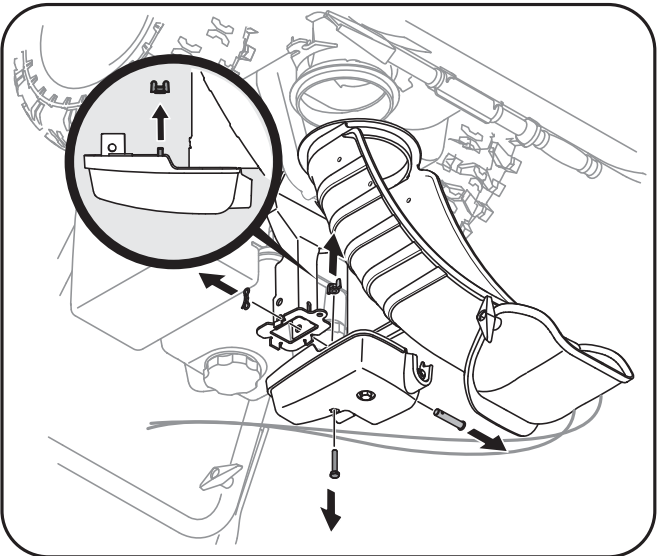

Fig. 3-3
- Retirez l'écrou à oreilles et la vis hex. qui se trouvent sur la commande de la goulotte ainsi que la goupille fendue et l'axe de chape sur le support de la goulotte. Voir la Fig. 3-3.